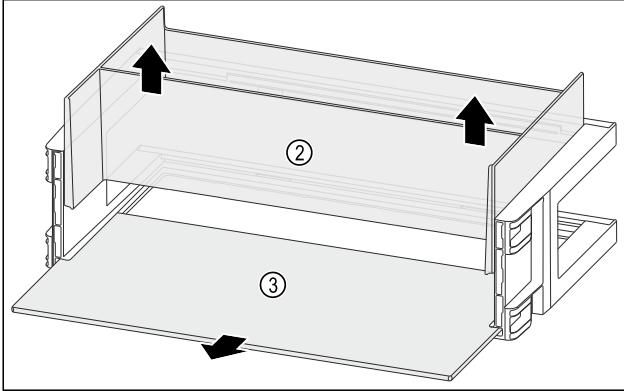

Fig. 91
- Düzenleyiciyi Fig. 91 (2) yukarıdan çıkarın.
- Raf alanını Fig. 91 (3) çıkarın.